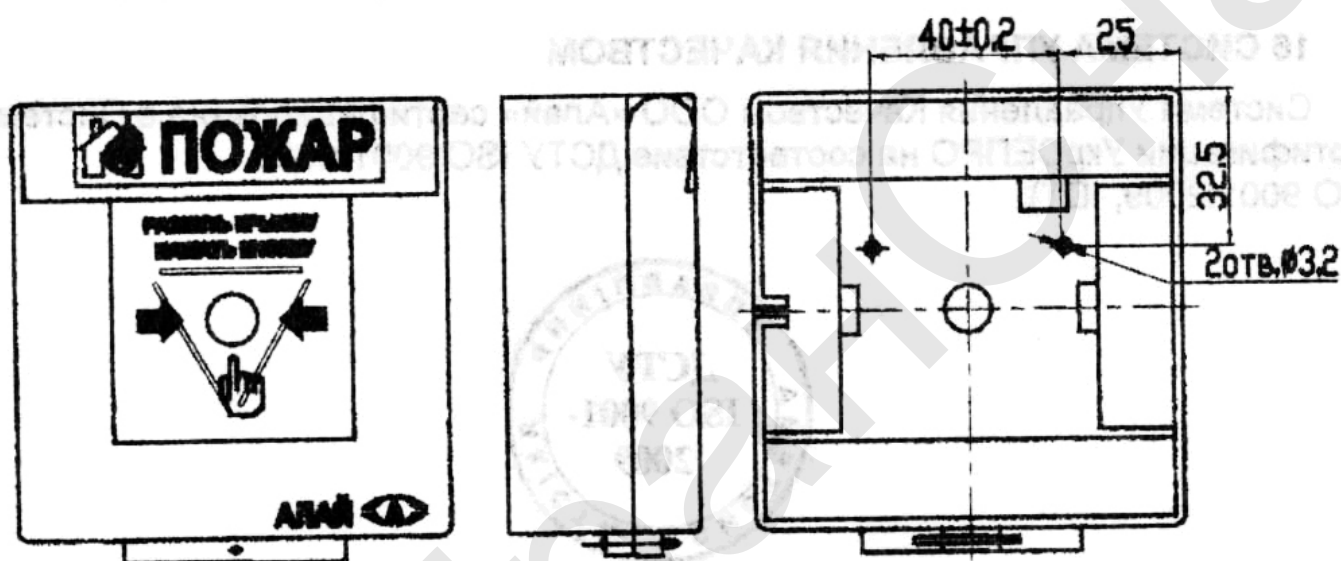

Рисунок 1
4.4 С тыльной стороны корпуса расположены 2 отверстия для крепления извещателя в месте установки на конструктивные элементы зданий и отверстие для ввода проводов шлейфа (рисунок 1).
6.6 Подвести провода шлейфа к извещателю через отверстие, расположенное с тыльной стороны извещателя (рисунок 1).